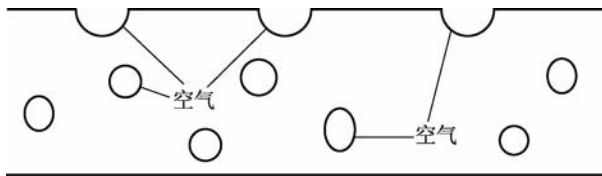

图 8-54 气孔及其引起的问题
(3)要求腻子耐热性好。要求腻子在 120 ℃ 条件下,保持 30 min 以上而不会产生起层、开裂、气泡等现象。易产生气孔的腻子会导致作业效率下降,如图 8-54 所示,如果出现了气孔,不仅需要重新填补腻子,还会导致起泡和起层等质量事故。